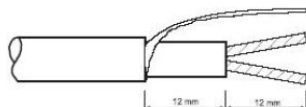

Fig 1A
2. Dénuder les câbles avec précision (Fig 1A ou 1B) afin de bien connecter les éléments à l'aide des connecteurs.